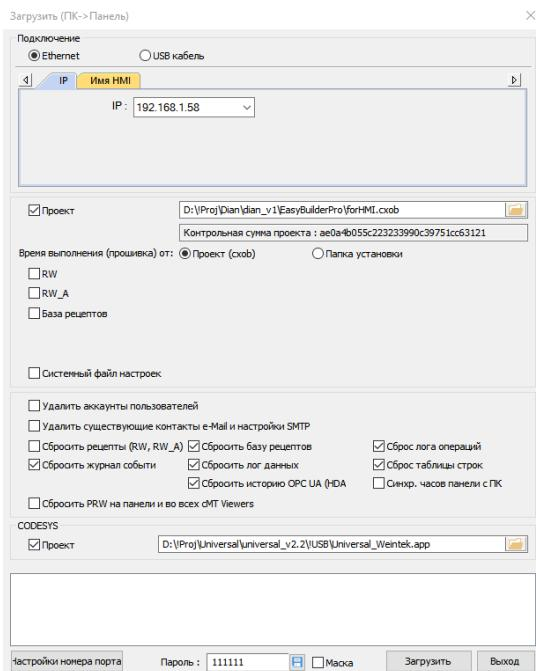

Рисунок 4.13 – Настройки окна «Загрузить (ПК->Панель)» ПО Utility Manger
7. Установить значения в полях: «Сбросить журнал событий», «Сбросить базу рецепторов», «Сбросить лог данных», «Сбросить историю OPS UA (HDA)», «Сброс лога операций», «Сброс таблице строк», «Синхр. часов панели с ПК». Ввести пароль в поле «Пароль:» (по умолчанию 111111 (рисунок 4.13)).